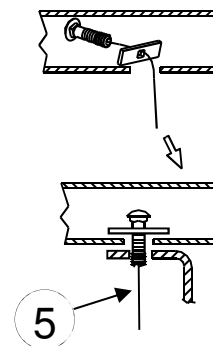

Figura 3.
3. Para el orificio más posterior, inserte con cable los pernos de carruaje y los bloques espaciadores dentro del orificio posterior y atrás a través del orificio. Ver Figura 3